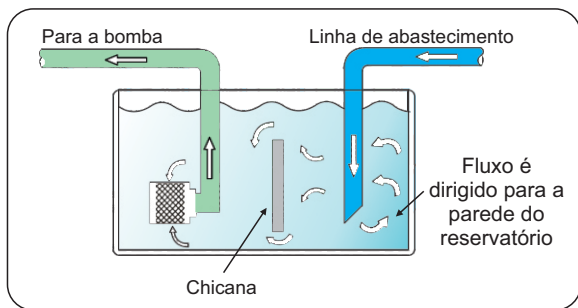

Figura 5
6.36 O ponto de captação de água para a bomba deve ficar o mais afastado possível da tubulação de abastecimento do reservatório, evitando assim, a sucção de bolhas de ar. Não havendo essa possibilidade, pode-se instalar chicanas no reservatório (ver figura 5).